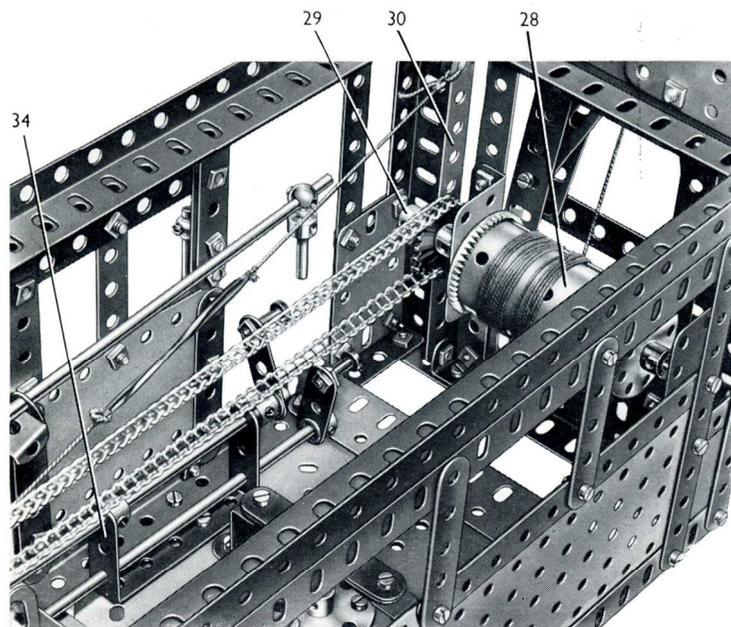
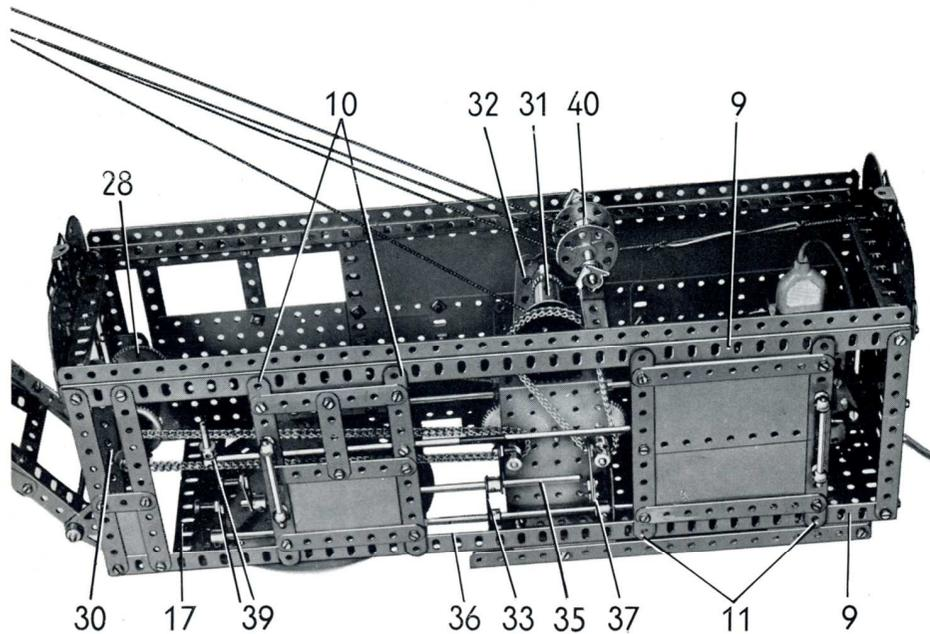

FIG. 6 Les leviers de commande du mécanisme et l'un des tambours d'enroulement.
FIG. 8 Les portes coulissantes et les leviers de commande.
La porte coulissante avant se construit en boulonnant une plaque flexible de 9×6 cm. et trois bandes de 7 trous entre deux bandes de 11 trous (10) (fig. 8). Une bande de 5 trous et une bande de 6 trous sont fixées sur chaque bande (10), mais en sont tenues écartées par un écrou placé sur chaque boulon. Les extrémités des bandes (10) sont disposées devant les cornières (9), et les bandes de 6 et de 5 trous sont placées derrière les cornières, de façon à servir de guides à la porte.
La roue de chaîne (26) est réunie par une chaîne Galle à une roue de chaîne de 18 dents fixée sur une tringle de 11,5 cm. Cette dernière passe dans des équerres-cornières boulonnées à l'avant de la cabine, et elle porte le tambour d'enroulement (28) constitué par un cylindre coincé entre deux roues de champ de 50 dents. Une poulie de 12 mm. (29) est fixée à une extrémité de la tringle, et une bande de 11 trous (30) vient s'engager dans sa gorge (fig. 6). La bande est fixée à l'aide de contre-écrous sur une équerre de 26×12 mm. boulonnée sur la base de la cabine. Une corde est attachée à l'extrémité supérieure de cette bande et à une courroie de transmission qui est légèrement tendue et réunie par une corde à l'une des plaques à rebords (22). Ceci constitue un frein permanent sur le tambour. La roue de chaîne (27) est réunie par une chaîne Galle à une roue de chaîne de 36 dents fixée sur une tringle de 10 cm. qui passe dans la bande coudée de 75×38 mm. Cette tringle porte un tambour d'enroulement (31) constitué par un manchon tenu entre une roue de champ de 25 dents et une roue barillet. Une bande de 4 trous (32) vient s'engager dans la gorge d'une poulie de 12 mm. montée sur la tringle de 10 cm. La bande est fixée à l'aide de contre-écrous sur une équerre de 26×12 mm. boulonnée sur la poutrelle plate qui réunit les plaques à rebords (21) et (22). Une courte corde est attachée à l'extrémité supérieure de la bande et à une courroie de transmission légèrement tendue et réunie à une corde attachée à l'arrière de la cabine.
Une bande coudée de 75×38 mm. (33) est boulonnée sur la plaque à rebords (15) (fig. 8), et une bande coudée de 60×38 mm. (34) (fig. 6) est tenue écartée de la plaque circulaire de 15 cm. par un écrou placé sur le boulon qui la tient. Ces bandes coudées tiennent une tringle de 20 cm. (35) et une tringle de 29 cm. (36). Chacune de ces tringles porte à son extrémité avant un bras de manivelle muni d'un boulon-pivot qui forme poignée. Un bras de manivelle (fig. 8) est fixé sur la tringle (35) et un boulon de 9,5 mm. fixé sur le bras de manivelle vient s'engager entre deux bagues d'arrêt montées à l'extrémité de la tringle (25). Un bras de manivelle (37) prolongé vers le haut par une bande de 4 trous qui porte un boulon de 9,5 mm. est fixé sur la tringle (36). Le boulon de 9,5 mm. vient s'engager entre deux bagues d'arrêt sur la tringle qui porte la roue de chaîne (27). Le levier de commande du moteur est prolongé par une bande-glissière de 5 cm. qui porte un raccord de tringle et bande fixé à l'aide d'un contre-écrou. Ce raccord est monté à l'extrémité d'un axe constitué par une tringle de 16,5 cm. et une de 20 cm. réunies par un raccord de tringles. Cet axe passe dans une équerre et dans une équerre d'angle boulonnées sur le côté de la cabine, et il porte une poignée (39) faite d'une tringle de 2,5 cm. tenue dans un support de rampe.
Disposition des cordes de flèche et de levage (Fig. 8 et 10)